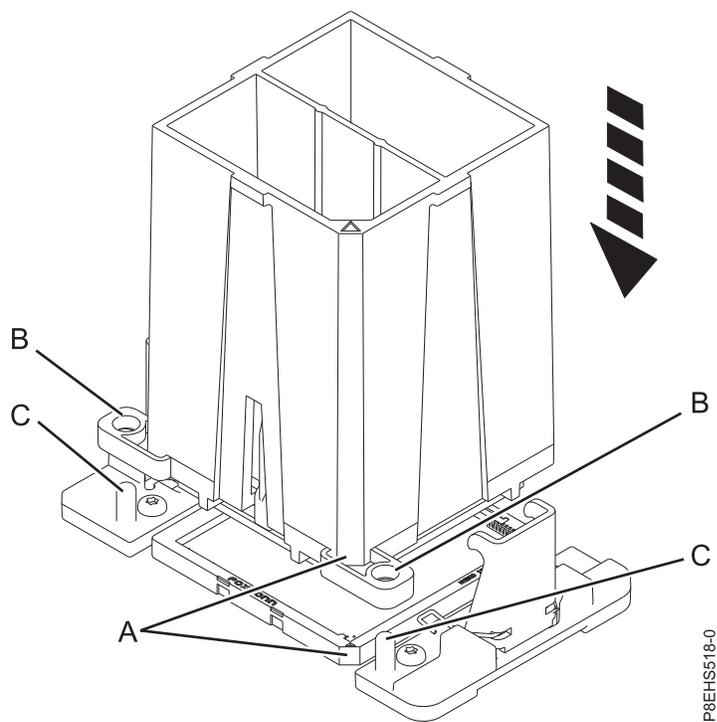

Figura 100. Instalando o módulo de processador do sistema
- b. Abaixar a ferramenta e o módulo de processador do sistema no soquete. Alinhe o canto chanfrado **(A)** da ferramenta com o canto chanfrado no soquete. Assegure-se de que os dois pinos guias **(C)** estejam inseridos nos orifícios de alinhamento **(B)** em cada lado da ferramenta. Tome cuidado para abaixar a ferramenta uniformemente sem inclinar a ferramenta. Consulte Figura 100 na página 99.